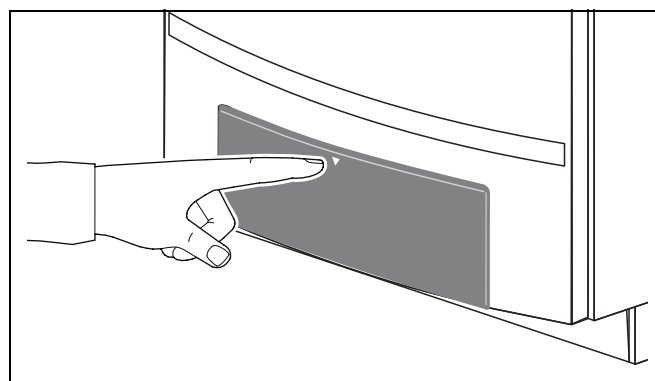
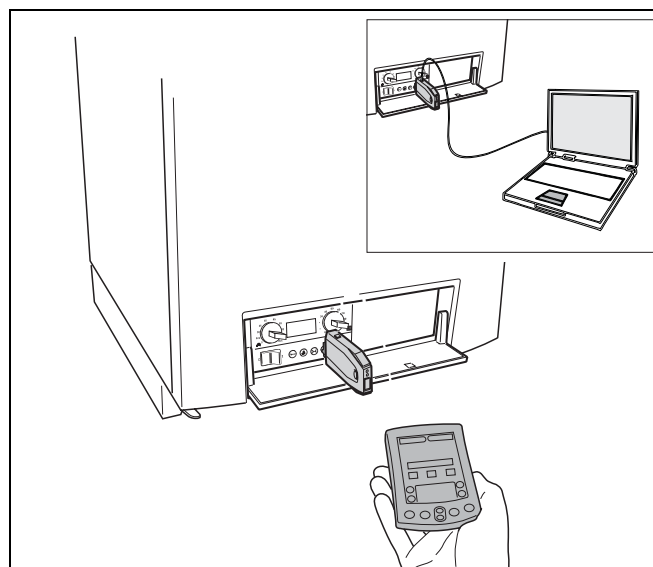
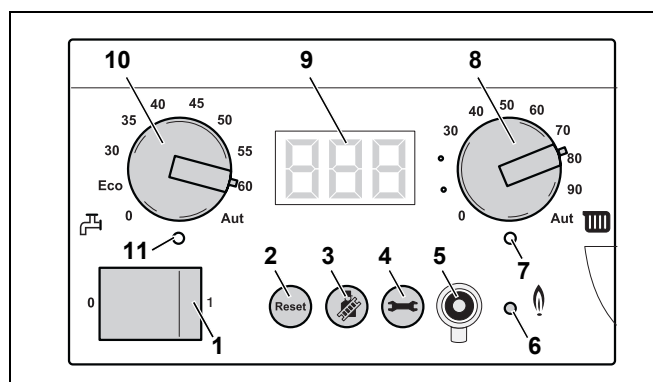

Fig. 53 Deschideți tabloul de comandă
Fig. 56 Unealtă service racordată la cazanul de încălzire
Fig. 57 Controler de bază BC10
- Deschideți tabloul de comandă prin apăsare (Fig. 53).
Pentru a realiza cu mai precis, mai repede și mai simplu înregistrarea, analiza și remedierea unui deranjament, este posibil să racordați unealta service (Fig. 56) prin conectorul de service (Fig. 57, **Poz. 5**) la cazanul de încălzire.
- Deschideți tabloul de comandă prin apăsare și scoateți capacul de pe BC10 (vezi Fig. 53, pagina 41 și Fig. 57, **Poz. 5**).
LED-ul "Arzător" (Pornit/Oprit) (Fig. 57, **Poz. 6**) luminează când arzătorul cazanului de încălzire este în funcțiune și se stinge când arzătorul se oprește.
LED-ul "Solicitare de căldură" (Fig. 57, **Poz. 7**) luminează când a fost solicitată prin reglare o necesitate de căldură sau se stinge când această solicitare de căldură nu mai este prezentă.
Cu ajutorul butonului rotativ pentru temperatura maximă a apei din cazan (Fig. 57, **Poz. 8**) se poate seta temperatura limită superioară a apei cazanului. Unitatea este °C.